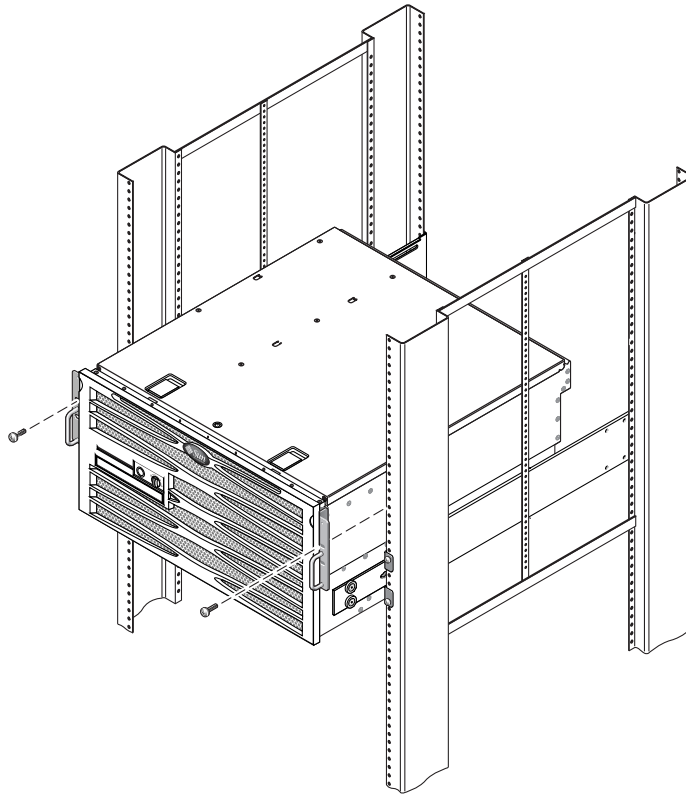

FIGURA 3-14 Fissaggio della parte anteriore del sistema al rack
15. Utilizzando una vite per lato, fissare le staffe di montaggio fisso anteriori attaccate ai lati del server alla parte anteriore del rack (FIGURA 3-14).